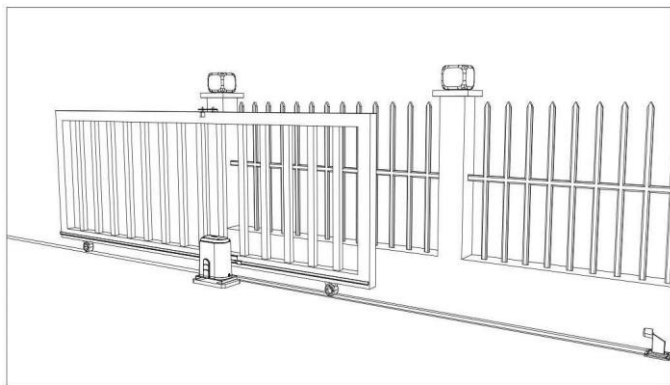

Figure 13
- Faites glisser le portail jusqu'à ce qu'il se trouve approximativement entre le milieu des poteaux (voir Figure 13).